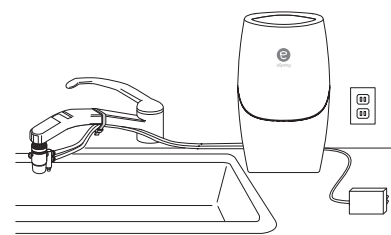

Fig. 10
- Coloque** el purificador de agua eSpring en el lugar deseado, de modo que la manguera alcance el purificador de agua desde la llave y el adaptador eléctrico alcance una toma de corriente con corriente eléctrica continua (Fig. 10).